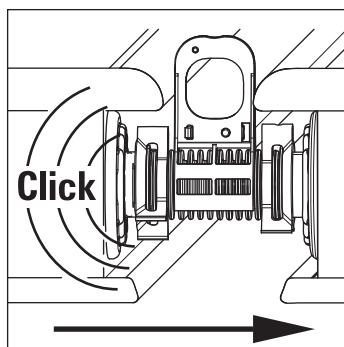

Fig. 3-30 Spingere i collettori piani l'uno contro l'altro
7. Spingere fino in fondo il collettore piano successivo verso l'ultimo collettore montato (fig. 3-30). Le graffe di fissaggio devono inserirsi udibilmente. La distanza tra i collettori piani si ottiene automaticamente grazie alla lunghezza dei compensatori sui manicotti inseriti.